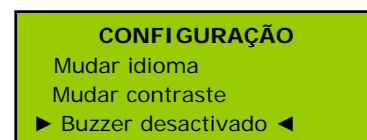

Figura 23.
- "Buzzer activado / Buzzer desactivado" permite activar e desactivar o indicador acústico luminoso. Para seleccioná-la, coloque os cursores junto a esta opção como se mostra na Figura 23 e prima [ENTER].